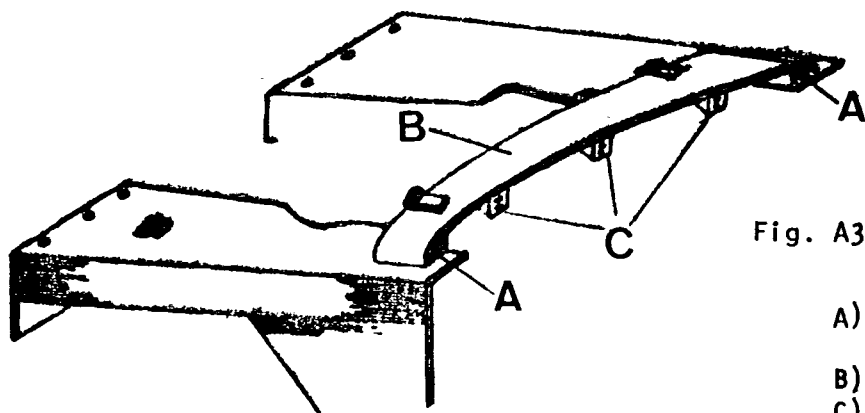

Fig. A3-2 Desmontaje del suplemento del capó
- 1.3. Desmontar los dos tornillos de cada extremo, A (Fig. A3-2) del suplemento del capó, B.
- 1.4. Desmontar los seis tornillos que fijan los tres soportes, C (Fig. A3-2) al salpicadero y extraer el suplemento.